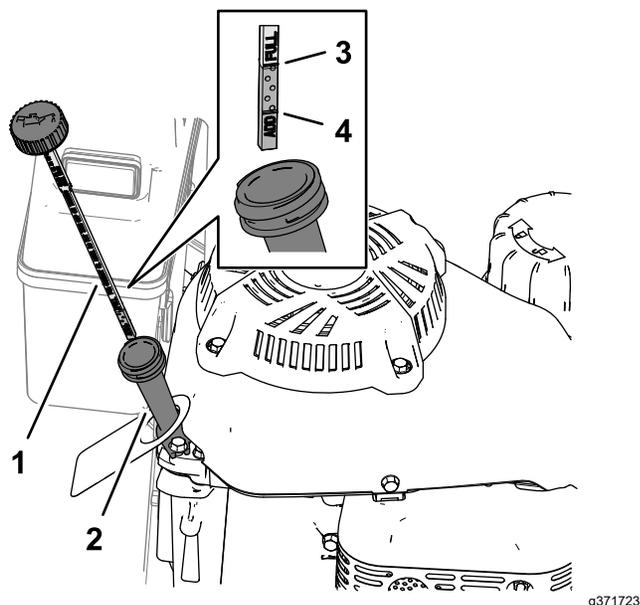

Рисунок 30
- Очистите область вокруг масломерного щупа (Рисунок 30).